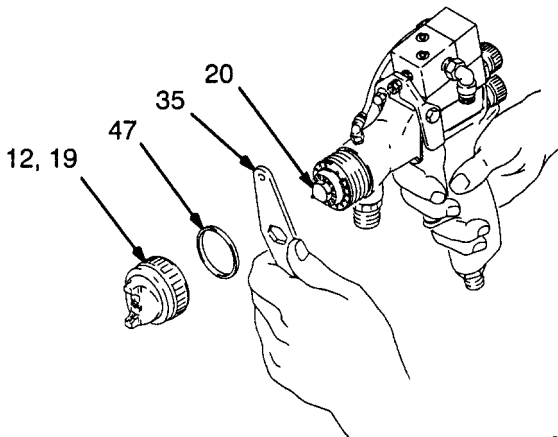

Fig. 1
2. Retirar el aro de retención del sombrerete de aire (12), el sombrerete de aire (19), y la junta del sombrerete de aire (47).
3. Presionar el gatillo de la pistola mientras que se retira la tobera de fluido (20) utilizando la llave para pistola (35). Ver Fig. 1.